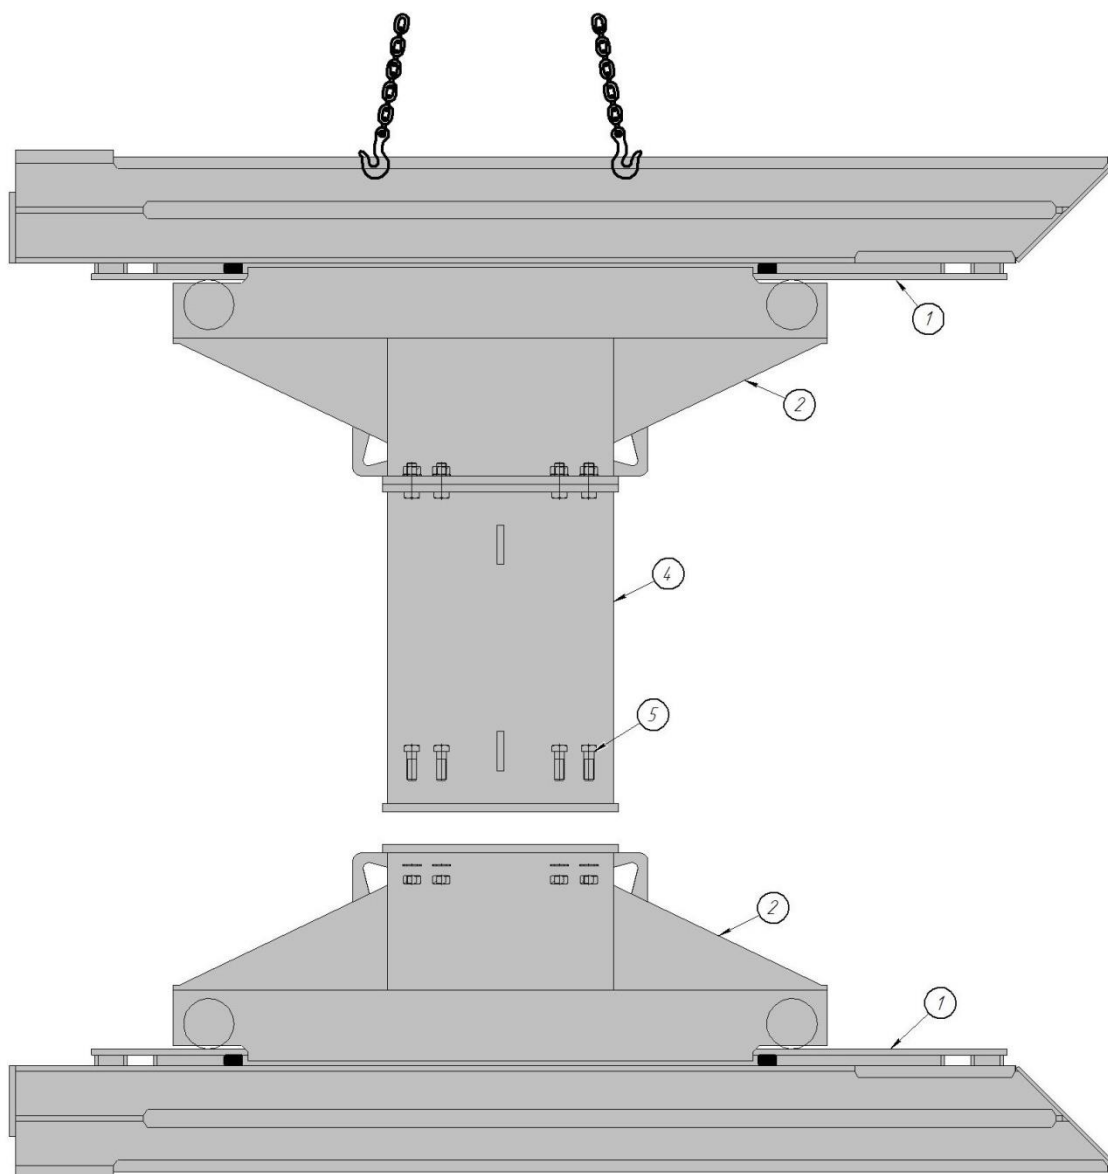

Рисунок 3
3.1.6 Собранные таким образом конструкции соединяют в вертикальном положении в единую H-образную конструкцию вставками (4) различной длины с помощью болтов М30х90 (5). См. рисунок 3.